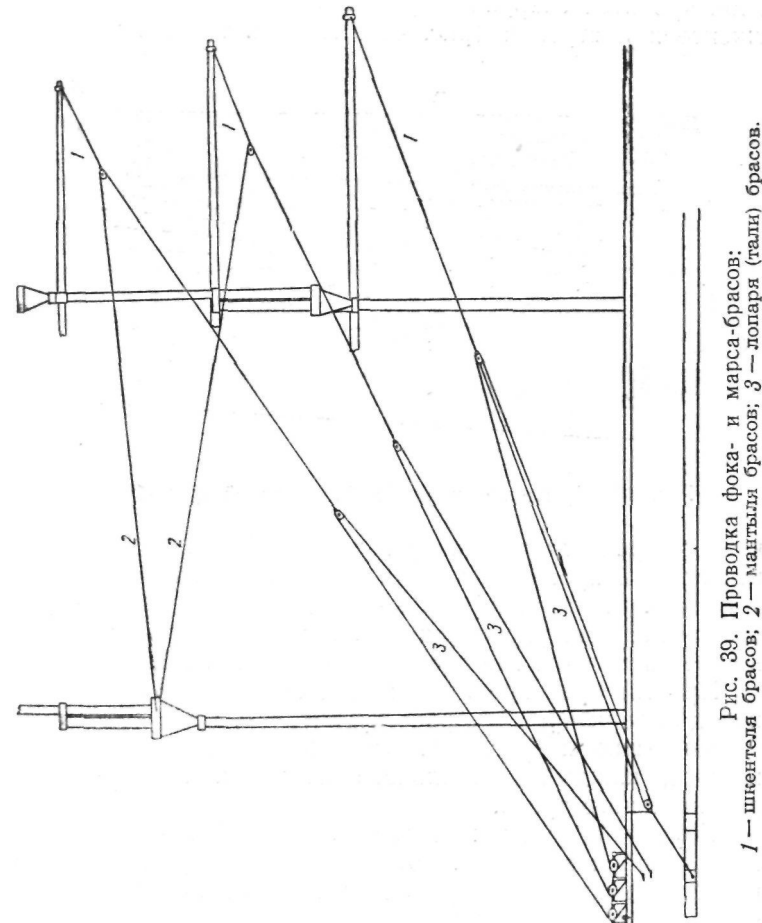
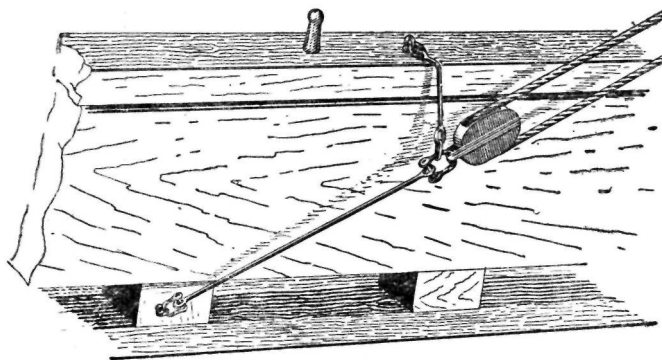

Рис. 39. Проводка фОка- и марса-брасов: 1 — шкентеля брасов; 2 — мантыля брасов; 3 — лопаря (тали) брасов.
Рис. 40. Крепление нижнего блока талей фока-браса.
Проводка (рис. 39) левого фока-браса осуществляется следующим образом. Коренной конец шкентеля крепится за задний обух левого нокового бугеля фока-рея. Ходовой конец шкентеля оканчивается коушем, в который закрепляется скобой верхний блок талей браса. Нижний блок крепится снаружи борта при помощи небольшого шкентеля и стропки (рис. 40). Лопарь талей коренным
**Марса-брасы** (см. рис. 39). Основывается два — левый и правый, каждый из короткого стального шкентеля, стального мантыля и лопаря из растительного троса.
**Брасы** (см. рис. 39, 44) верхнего марселя основываются так же, как и брасы нижнего.